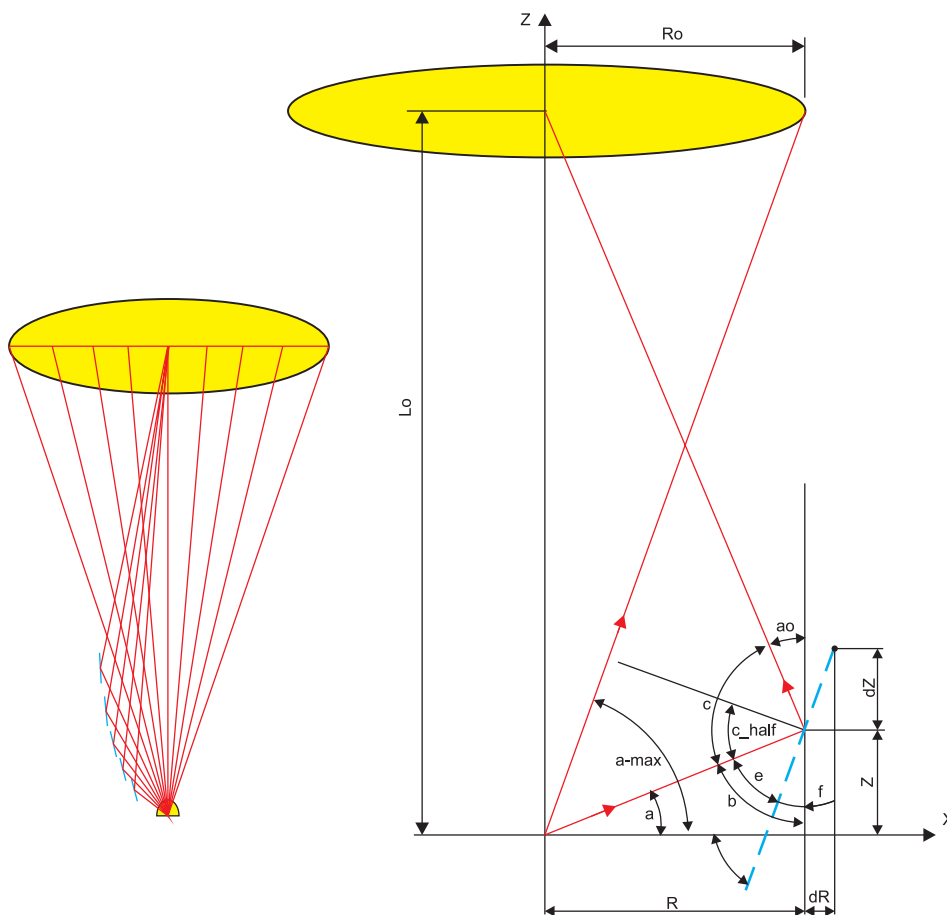

Рис. 4. Распределение прямых и фокусируемых лучей (слева) и диаграмма расчета профиля отражателя точечного источника (справа)
2. Находится угол отражения первого луча, который должен попасть в заданную точку зоны освещения. Например, угол голубой штриховой линии, лежащей в плоскости, которая отражает обозначенный луч α (рис. 4)
2. Рассчитать профиль отражателя (см. алгоритм раздела «Расчет профилей отражателя» (рис. 4) для уменьшенной зоны объекта, например 1/3.